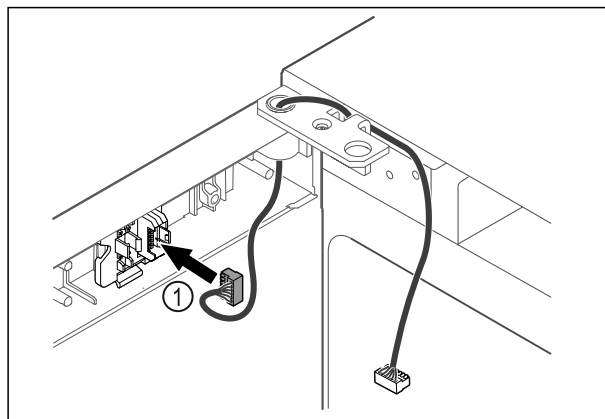

Fig. 35
- Insérer le connecteur Fig. 35 (1) dans le support.